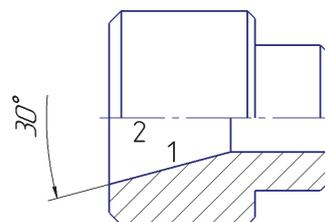

Рис. 3.16-3
3. В ответ на запрос системы *Укажите отрезок* указать нижний отрезок 1 в любой точке (рис. 3.16-3). Отрезок будет выделен (красным) цветом.